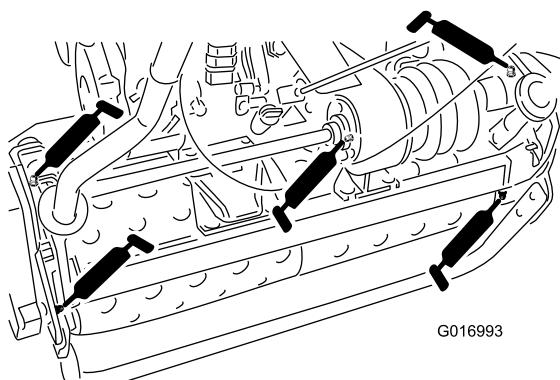

図 22
- ・ ドラムのアクスル（2ヶ所）（図 22）
- ・ デファレンシャル（3ヶ所）（図 22）